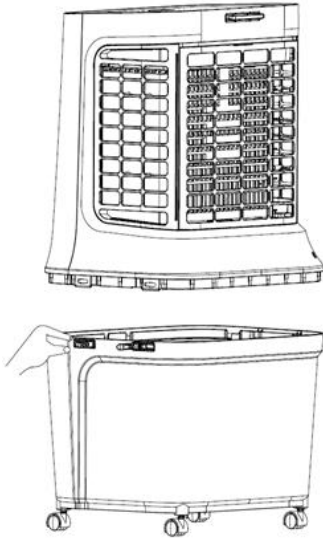

Fig.3
2. También puede extraer el depósito soltando los enganches y llenarlo directamente (Fig. 3 y 4).